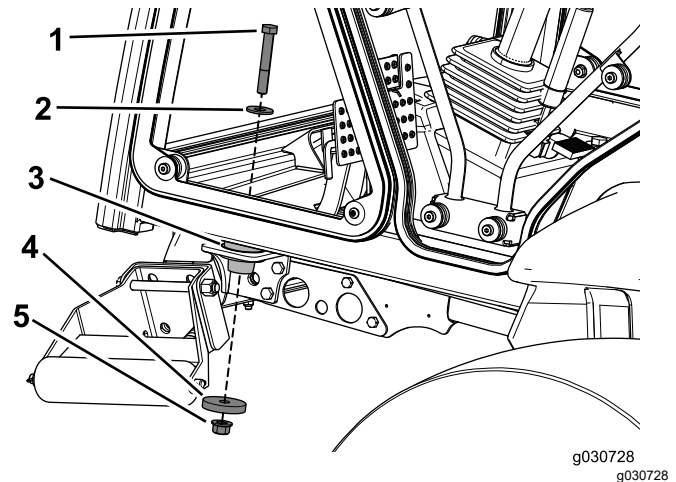

Bild 29
5. Befestigen Sie die Kabine mit einer Schraube (1/2" x 3-1/4"), einer Scheibe (1-3/8"), einer Scheibe (2-1/4") und einer Sicherungsmutter an den vorderen Befestigungen an der Maschine (Bild 29).